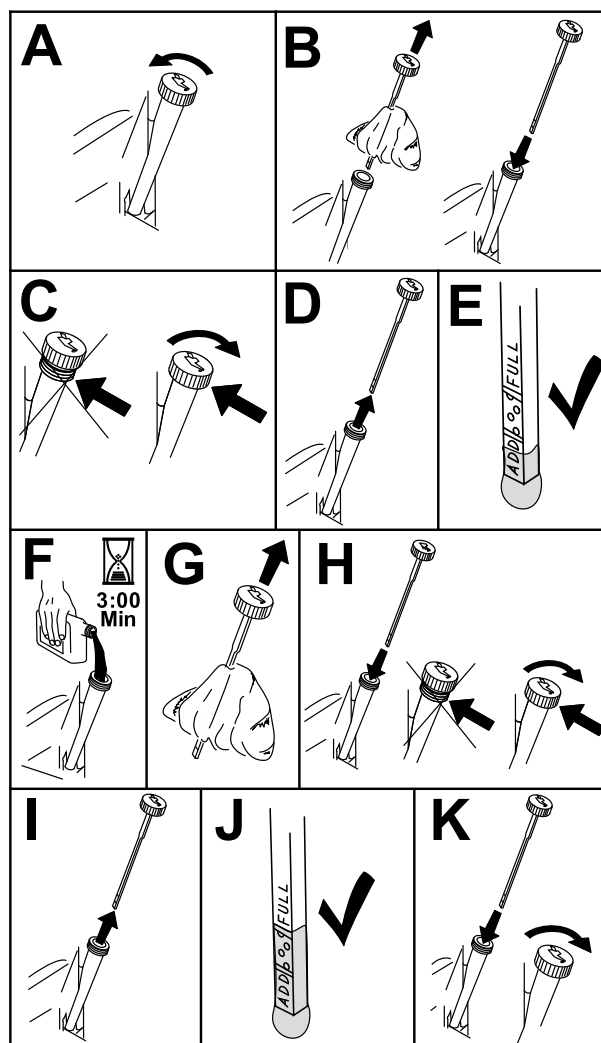

Рисунок 40
3. Чтобы не допустить попадание грязи, скошенной травы и т.п. в двигатель, очистите поверхность вокруг крышки маслозаливной горловины и масломерного щупа, прежде чем снимать их (Рисунок 40).